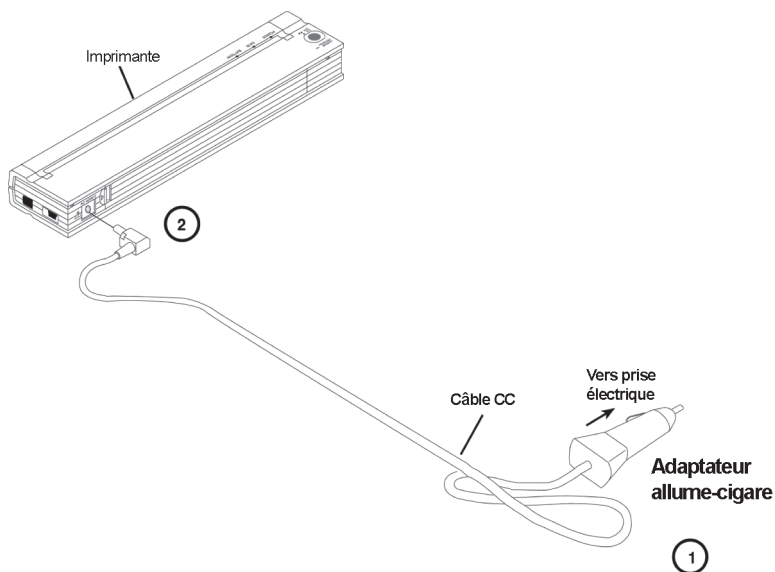

Figure 3. Branchement de l'imprimante sur une alimentation CC
1. Connectez un adaptateur adéquat (avec prise pour allume-cigare ou prise directe) à la source d'alimentation de 12 VCC comme indiqué à la Figure 3. (Ces articles sont disponibles en option. Voir le Chapitre 8.)